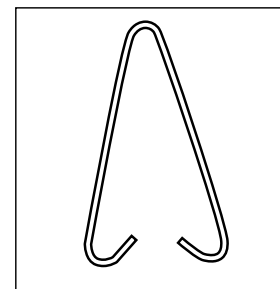
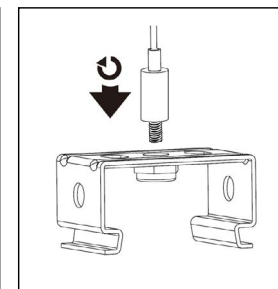

Рис. 5
Рис. 6
- Для установки осветительного прибора на подвесы используйте скобы (2 шт. – рис. 5) для подвесного монтажа (входят в комплект поставки) или тросовую систему подвеса (рис. 6) (в комплект поставки не входит и приобретается отдельно).